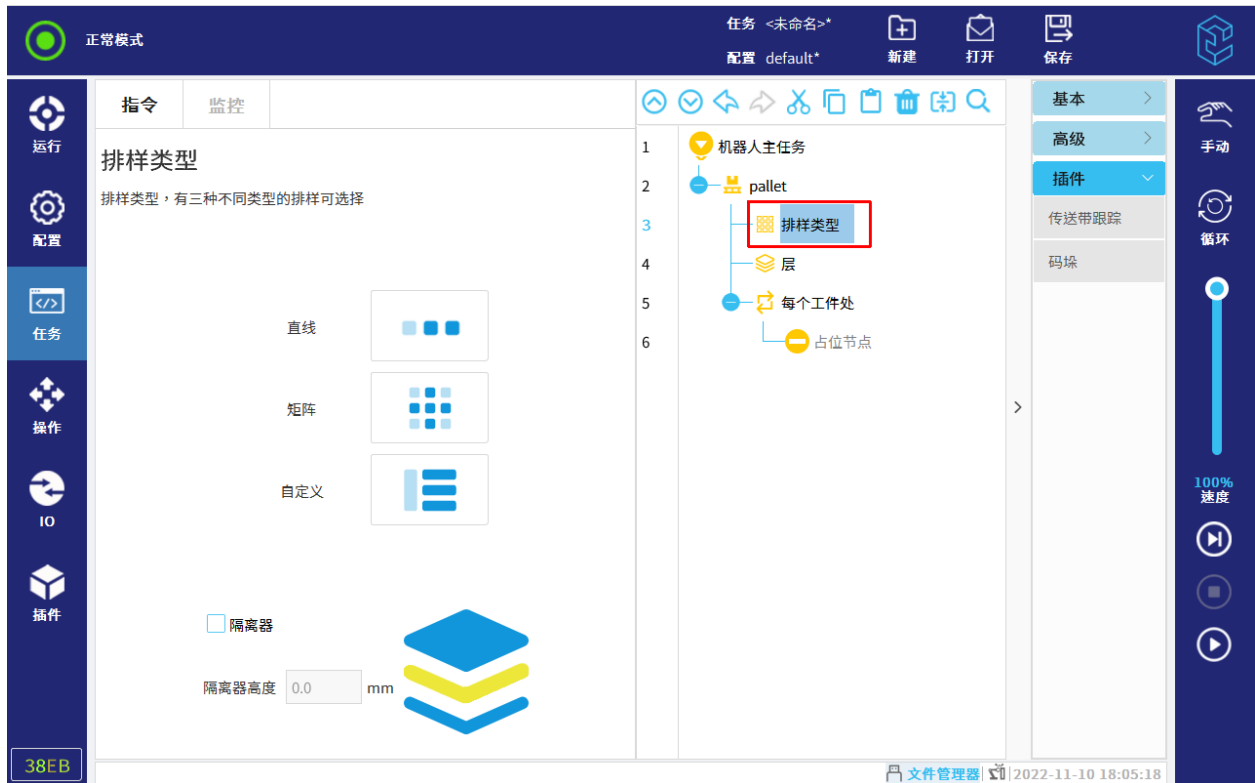

图 12-30 设置排样类型
3. 点击任务树中的“排样类型”节点，用户可设置为“直线”、“矩阵”或“自定义”，如图 12-30 所示。